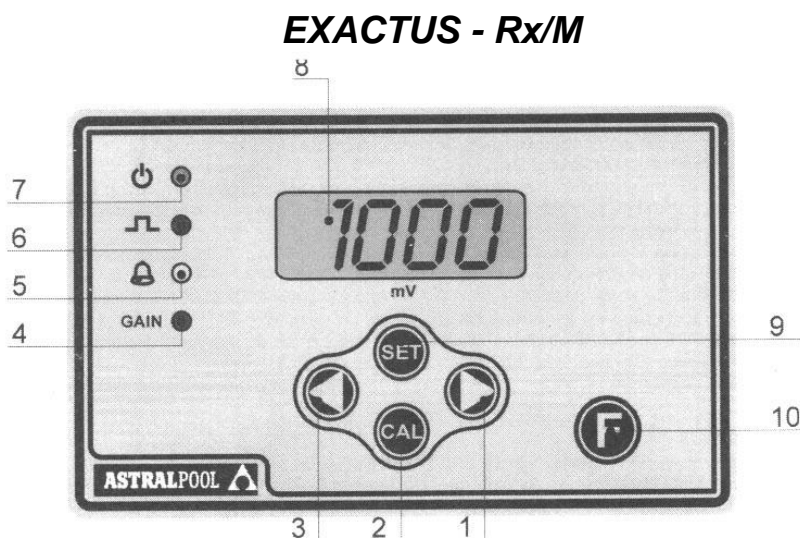

Рис. 20
10.1 – ОРГАНЫ УПРАВЛЕНИЯ НАСОСА (рис. 20)